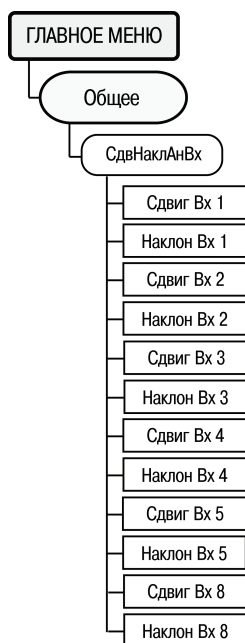

Рисунок 6.24
6.13.9 Параметры, определяющие коррекцию измеренных характеристик, задаются через пункт меню **//Общее/СдвНаклАнВх. {N}** = 1 – 5, 8 (рисунок 6.24) для аналоговых входов 1 – 5, 8 соответственно.